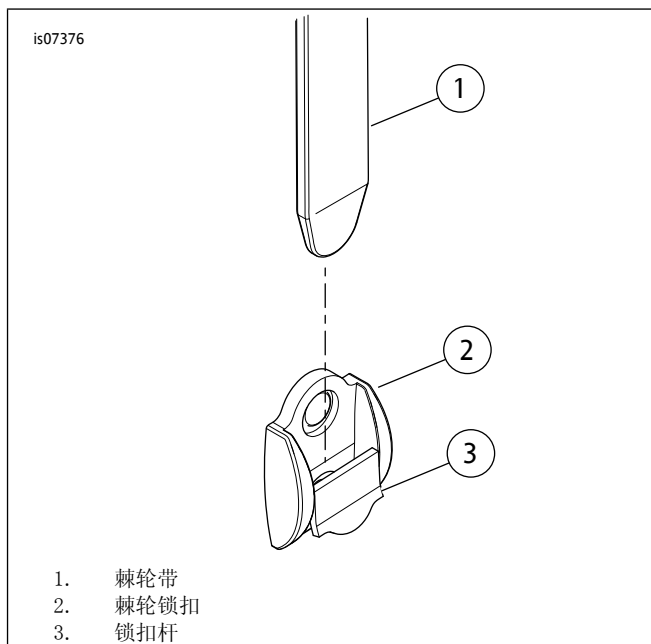

图1。棘轮锁扣
- 参见图1。将两个边箱盖扣带从磁扣上抬起，露出棘轮锁扣(2)。
- 参见图1。将每个边箱盖扣带从磁扣上抬起，露出棘轮锁扣(2)。